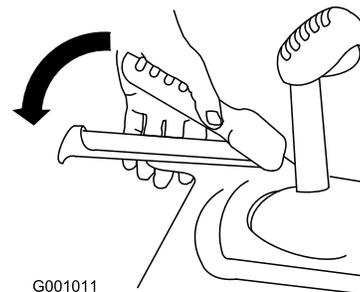

Figure 10
3. Serrez le levier gauche (déplacement) contre la poignée (Figure 10).
- 6. Serrez le levier gauche (déplacement) contre la poignée (Figure 10).